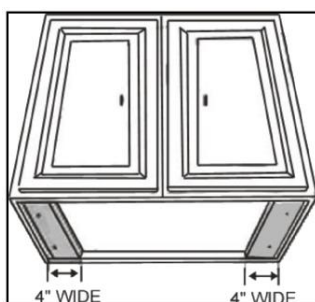

Figure 1
- Pour une installation sous l'armoire avec le fond encastré, fixez des bandes de remplissage en bois de 4 pouces de large (non fournies) de chaque côté. Voir la figure 1.